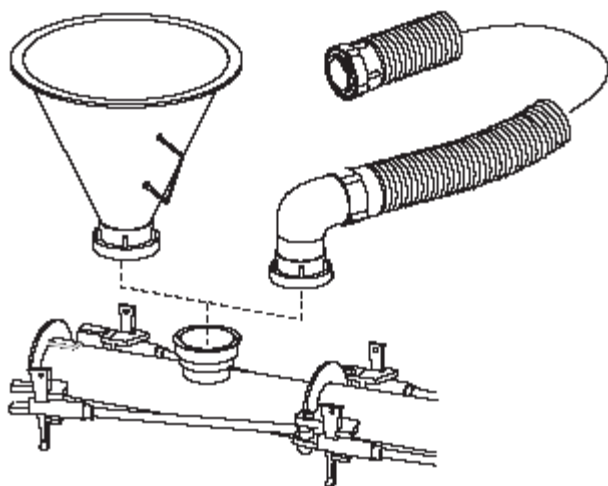

Рис. 10: Экструдер с воронкой или 2" рукавом с С соединением.
- используя воронку (смотрите Рис. 10, слева), заполняя прямо из емкости или
- используя 2" рукав С соединением (Рис. 10, справа) из емкости